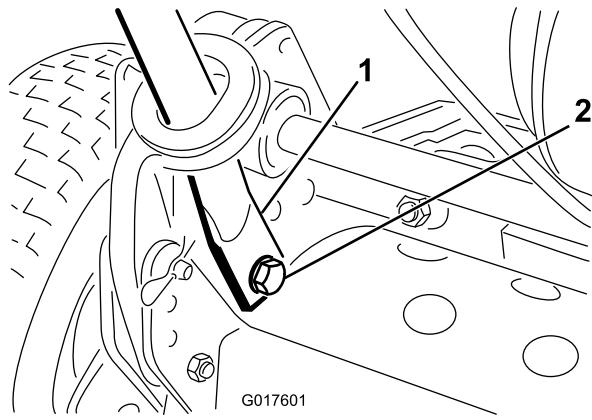

Figura 3
4. Premete verso l'interno le estremità della stegola e montatele sui perni di montaggio (Figura 3).
3. Fissate le estremità della stegola ai perni di montaggio con bulloni, rondelle o rondelle di bloccaggio rimosse in precedenza (Figura 3).
4. Fissate con sicurezza i bracci della stegola sul retro dell'intelaiatura utilizzando le coppiglie a forcina ed i perni ad anello tolti in precedenza (Figura 3).